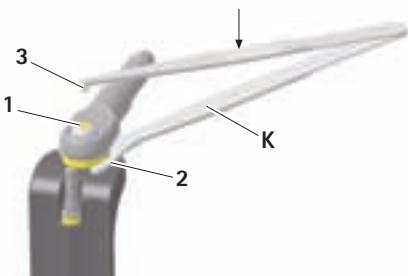

Fig. 5
- Pousser la pince K avec le côté du mors 2 sous l'accouplement et appuyer avec la pointe de la pince 3 sur la cheville 1 de la valve D, voir Fig. 5.